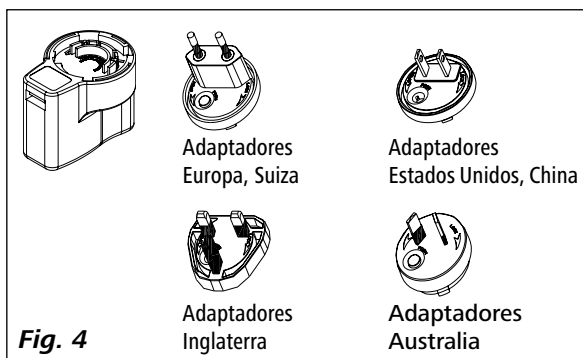

Fig. 4
- Fuente de alimentación OS 1.0 (para WiCo) véase Fig. 4